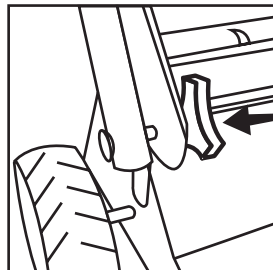

Рис. 7
1. Выкрутите нижние болты регулировки высоты рукоятки с обеих сторон (Рис. 7).